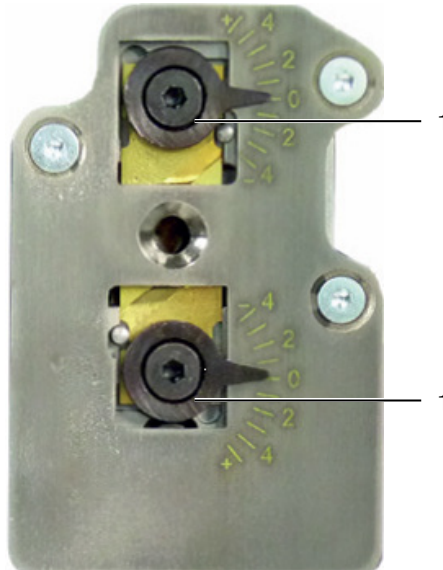

Fig. 13 : unité à dénuder
- Desserrer les deux vis excéntriques (fig. 13, pos. 1) (clé à six pans creux 2,5 mm).